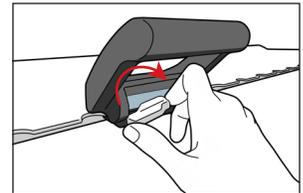

Abb. 9
4. Drehen Sie den Hebel in die verriegelte Position (Abb. 9).